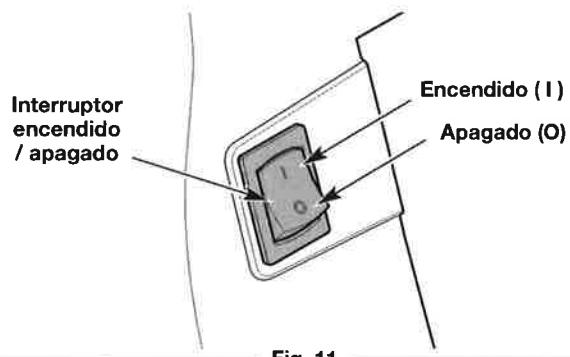

Fig. 11
- NOTA:** No es necesario encender la unidad. El interruptor de encendido/apagado está en la posición **Encendido (I)** en todo momento (Fig. 11).
2. Oprima y mantenga apretado el interruptor de encendido/apagado en la posición **Apagado (O)** hasta que el motor se pare por completo (Fig. 11).